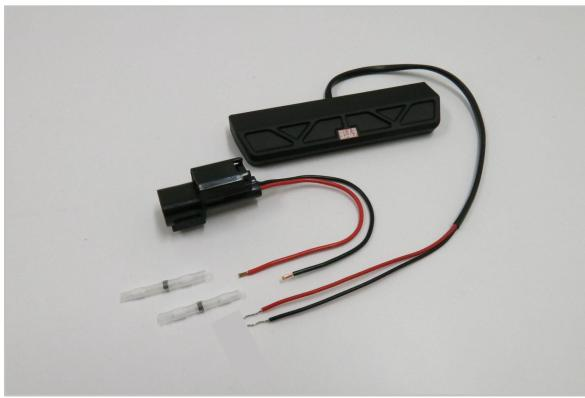

Fig. 2 Wiring Set Contents
- Connect the supplied License Plate Light No. 4 and Harness Sub-Assy No. 13 using Heat Shrink Tube No. 14. (Refer to detailed Fig. 2,3,4,5)
- 付属のナンバー灯④とハーネスサブアッシー⑬をヒートシュリンクチューブ⑭を使って接続してください。(配線処理参照図2,3,4,5)
1. Referring to Fig. 2, prepare the supplied LED License Lamp ④, Harness sub Assy ⑬, and Heat shrink Tube ⑭.
1. 図2のように付属のナンバー灯④とハーネスサブアッシー⑬をヒートシュリンクチューブ⑭を用意してください。